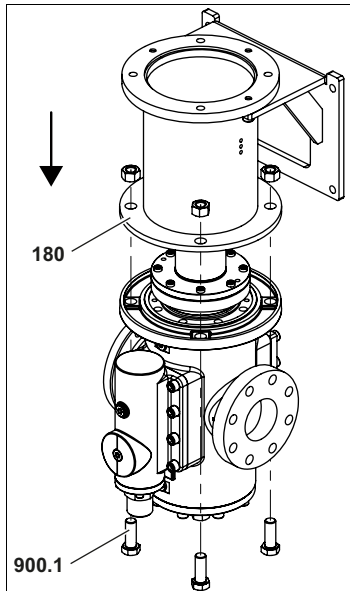

Fig. 11
7. Placer le support de pompe **180** sur la pompe et serrer les vis à six pans **900.1** au couple, voir Fig. 11, page 33.